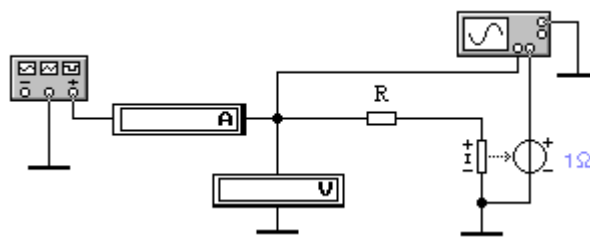

Рисунок 1- Схема исследования цепи с идеальным резистором
1. Собрать схему электрической цепи (рисунок 1).